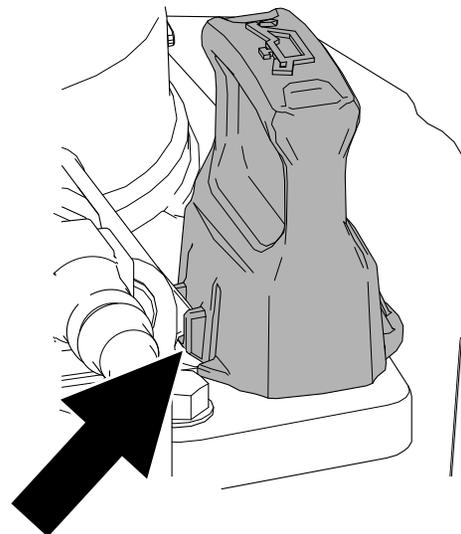

Figura 45
5. Instale la varilla a fondo y asegúrese de que quede enganchado (Figura 45).
- Instale la varilla a fondo y asegúrese de que quede enganchado (Figura 45).